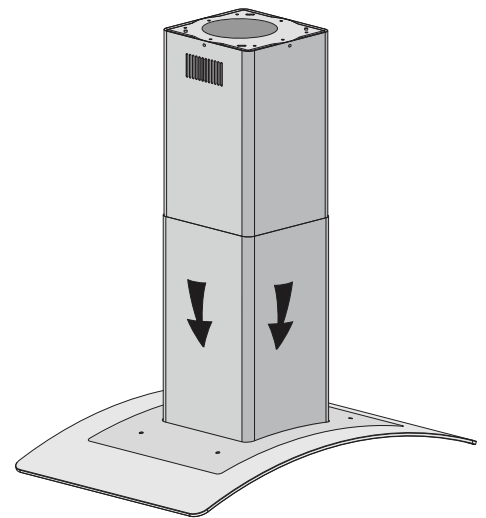

Figure 10
- Après avoir terminé toutes les étapes d'installation ci-dessus, retirez le crochet S et posez la cheminée inférieure (voir figure 10).